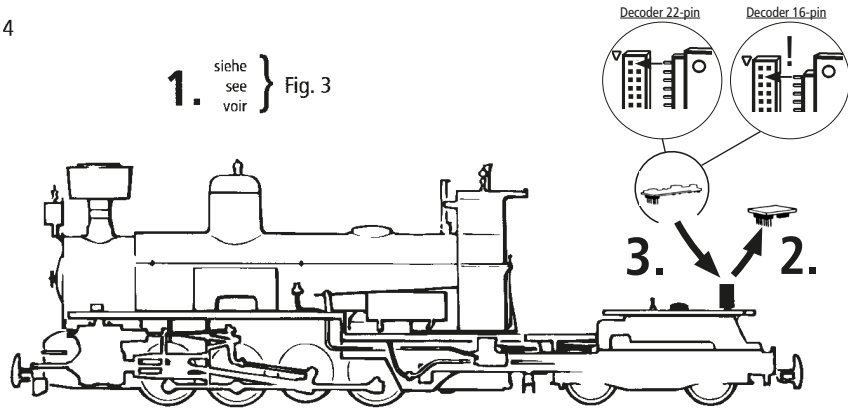

Fig. 5
3. Haftreifenwechsel: Zuerst Kurbelzapfen herausziehen (Fig. 5). Danach den Haftreifen mit einer nadel oder einem feinen Schraubendreher abziehen. Beim Aufziehen des neuen Haftreifens darauf achten, dass dieser sich nicht verdreht.
3. Change of traction tyre: First pull out crank shaft pin (fig. 5). Remove tyre using a pin or a fine screwdriver. When pressing on the new traction tyre, please avoid twisting it
3. Échange des bandages d'adhérence: Retirer le pivot de manivelle (fig. 5). Délogez ensuite les essieux bandages et enlevez, à l'aide d'une aiguille ou d'un tourne-vis les bandages d'adhérence. Lors du montage des nouveaux bandages veuillez à ce que les bandages ne soient pas tordues